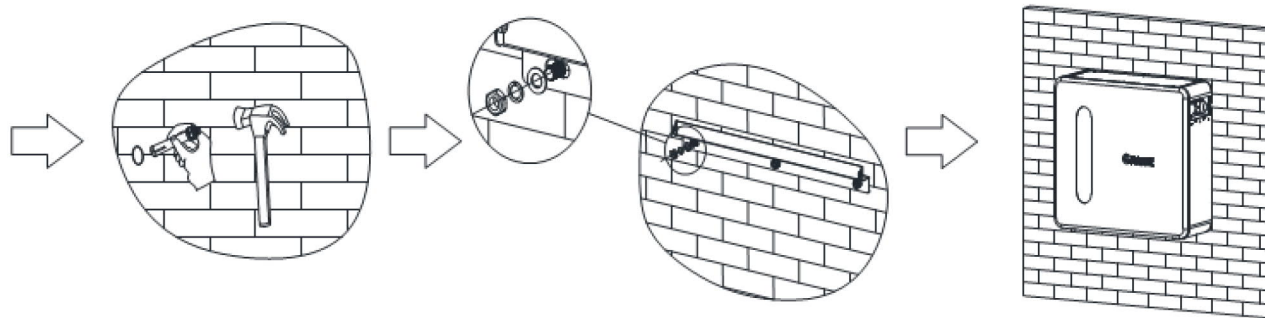

Figure 4
- 5、 Inserire i tasselli nei fori aiutandosi con un martello e fissare la staffa al muro avvitando le viti nei tasselli e mantenendo in posizione le varie rondelle, piane ed elastiche (vedi Fig. 4)